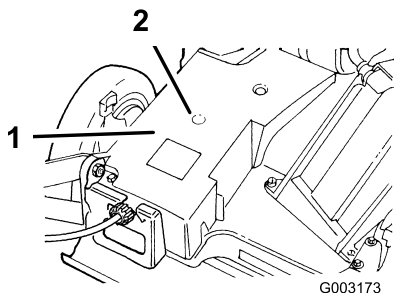

Figure 29
2. Raccordez une pompe à graisse au graisseur dans l'ouverture du couvercle de courroie (Figure 29).